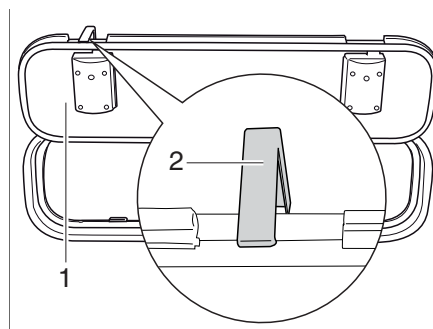

Fig. 53 Gancho de retención trampilla exterior
- Abrir la trampilla exterior (Fig. 53,1) y girar el gancho de retención (Fig. 53,2) hacia arriba en la pared del vehículo.
- Empujar el gancho de retención (Fig. 53,2) hacia arriba.